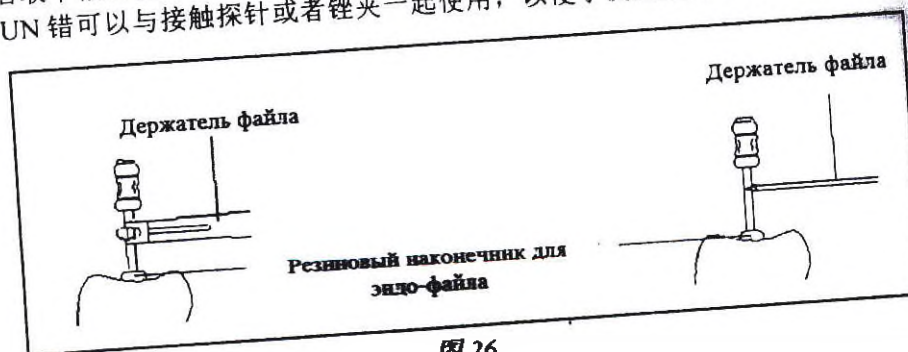

图 26
- 5.1.2 将唇挂钩插入测量线的白色端口（参见图 26）。